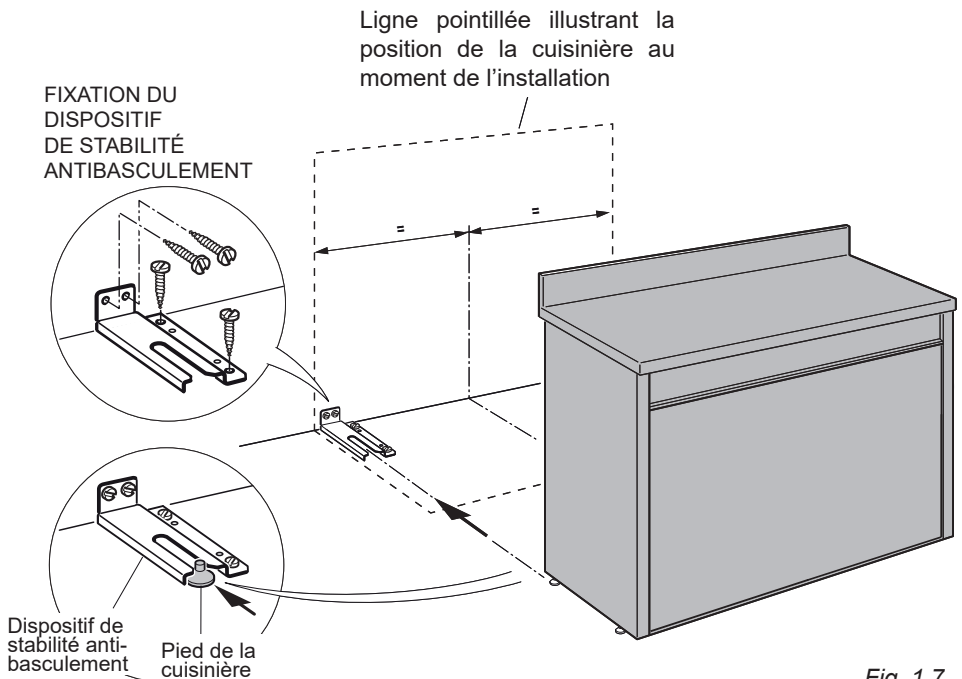

Fig. 1.7
1. Une fois que vous avez décidé où installer la cuisinière, faites deux marques sur le mur et deux sur le sol; ces marques correspondent aux endroits où les 4 vis de l'équerre anti-basculement doivent être vissées. Suivez les indications présentées sur le schéma fig. 1.7.
3. Fixez l'équerre anti-basculement à l'aide des 4 vis fournies (fig. 1.7).
4. Après avoir fixé le support antibasculement, glissez la cuisinière en place. Assurez-vous que le pied arrière à gauche glisse sous le support antibasculement fixé (comme sur le schéma fig. 1.7).